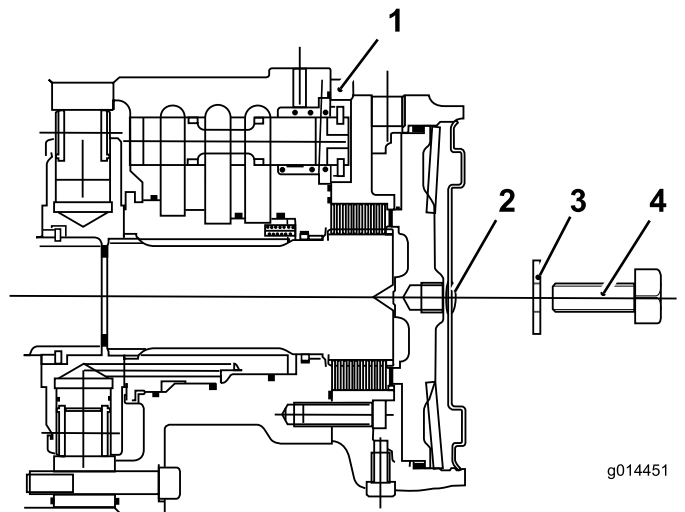

Bild 36
7. Führen Sie eine Schraube (12 x 40 mm) und eine Unterlegscheibe (12 mm) durch das Loch in der Mitte der Motorendplatte (Bild 36).
8. Ziehen Sie die Schraube im Gewindeloch des Bremskolbens an, bis sich die Bremse löst (Bild 36).